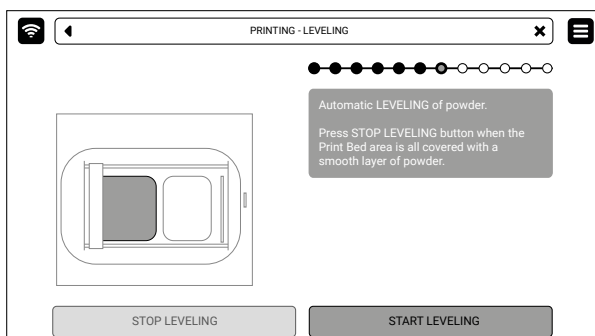

Abb. 6.8 Bildschirm **AUTOMATIC LEVELING**.
2. Drücke **START LEVELING**, um mit der Nivellierung der Pulveroberfläche zu beginnen (Abb. 6.8).